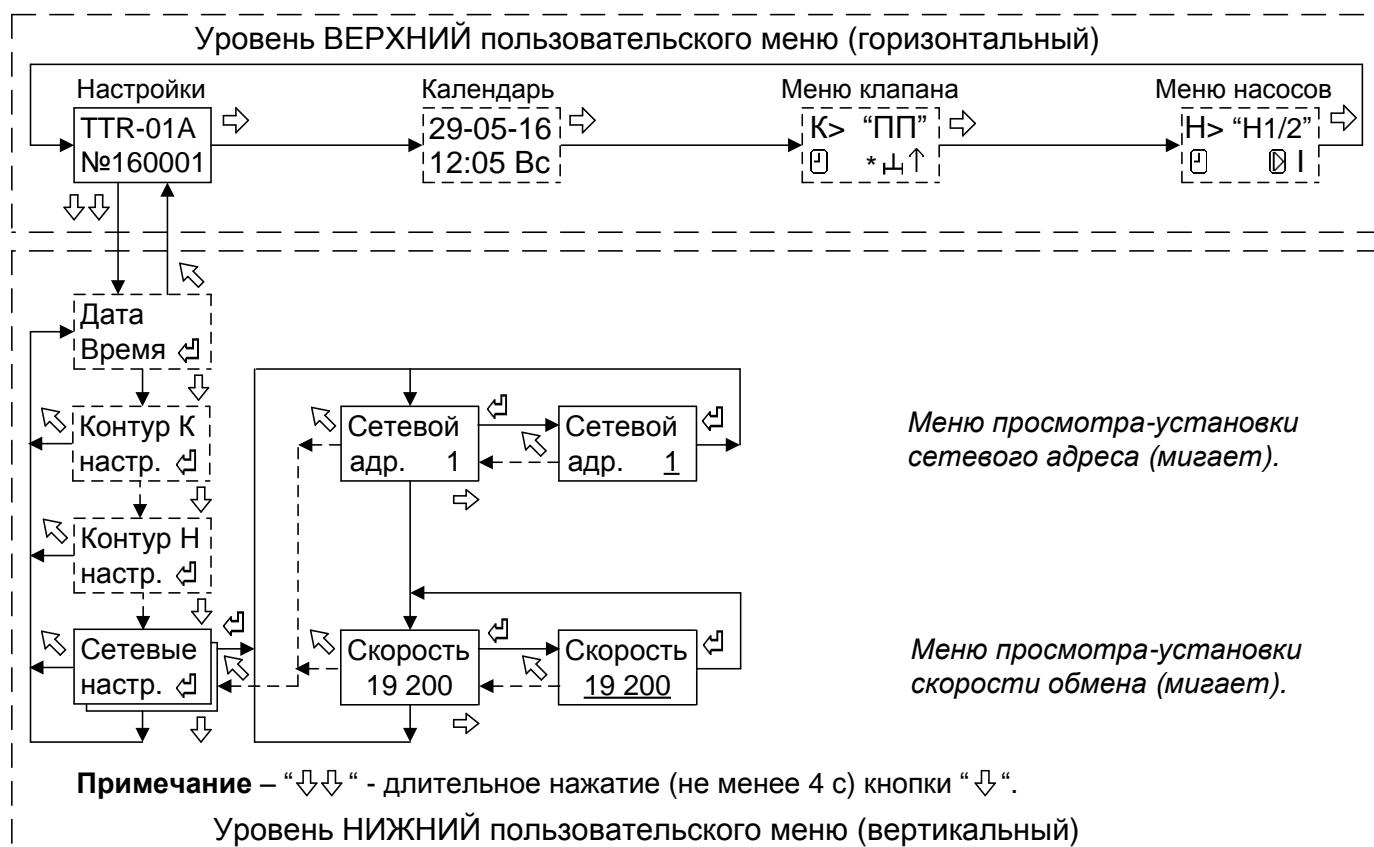

Рисунок 6 - Структура меню настройки сетевых параметров
7.5.1 При подготовке TTR к работе в сети интерфейса RS485 следует проверить и при необходимости установить сетевые настройки – адрес в сети и скорость обмена. Для этого необходимо войти в меню «Сетевые настр.» (см. рисунок 6).